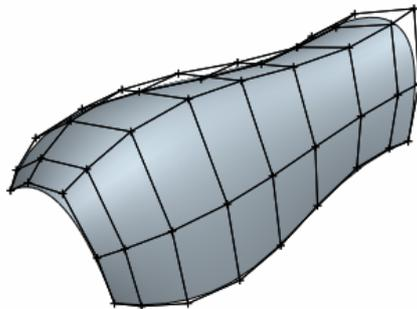

图 24-3
- (1) 单击菜单【插入】 【高级】 【曲面自由形状】命令，打开【曲面：自由形式】对话框。
- (2) 选择打开的模型表面，作为基本曲面。
- (3) 在信息区显示的文本栏中输入第一方向的控制曲线数量为“9↵”，输入第二方向的控制曲线数量为“5↵”，曲面中的网格如图 24-3 所示。